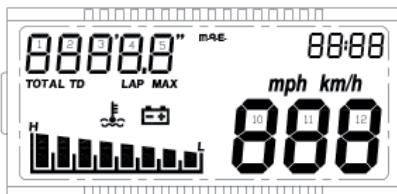

Fig. 18
- II^ª página (sólo en el primer encendido del instrumental): Check de todos los segmentos del lcd durante aprox. 3 seg. (fig. 18).
- II^ª page (à chaque allumage de l'instrument): Contrôle de tous les segments de l'lcd pendant environ 3 sec. (fig. 18).